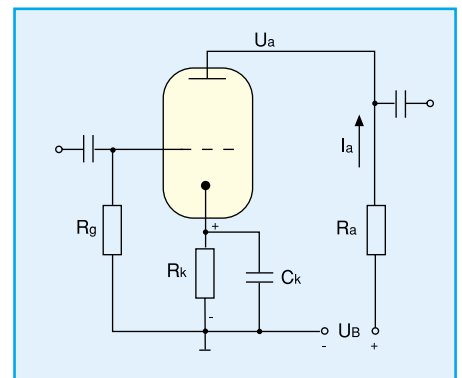
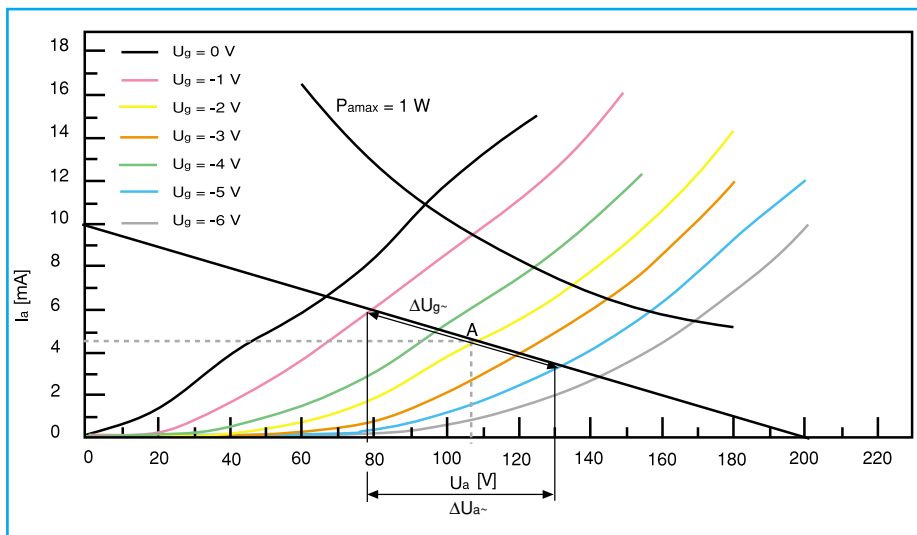

Bild 16: Triodenverstärkerstufe in Katodenbasisschaltung
Bild 17: Kennlinienfeld der Vorstufentriode ECC 82 (ein System)
Betrachten wir einmal den Fall des Lastwiderstands als ohmscher Widerstand R_a (Abbildung 16). Der durch die Röhre und den Widerstand R_a fließende Anodenstrom ist eine Funktion sowohl der spezifischen Röhrendaten als auch des Wertes des Lastwiderstandes R_a , denn nach (13) und (14) erkennen wir klassische Beziehungen des ohmschen Gesetzes zwischen Betriebs- und Anodenspannung, Anodenstrom und Lastwiderstand. Vereinfacht man diese Beziehung durch die Festlegung von $U_a = U_B$, folgt $I_a = 0$ und für $U_a = 0$, wird
Aus diesen Werten entsteht die sogenannte Widerstandsgerade des im Anodenkreis wirksamen Lastwiderstands, die für die Werte $R_a = 20 \text{ k}\Omega$ und $U_B = 200 \text{ V}$ in Abbildung 17 eingetragen ist. Diese stellt das Kennlinienfeld der betrachteten Vorstufenröhre ECC 82 dar, deshalb der relativ hochohmige Lastwiderstand.
bei „A“ in Abbildung 17, erhält man bei gegebenem Lastwiderstand anhand der Kennlinie sofort folgende Werte:
In unserem Beispiel in Abbildung 17 wird danach
Berechnung der Spannungsverstärkung am Beispiel in Abbildung 16:
Liegt am Gitter eine Wechselspannung, so erhält man (wie im Kennlinienfeld Abbildung 17 dargestellt) einen sich zeitlich ändernden Anodenstrom $i_a(t) = I_a + i_a \sin \omega t$ (19)
Der Spannungsverstärkungseffekt der Triodenverstärkerstufe in Abbildung 16 ist mit Hilfe von Abbildung 17 leicht nachzuvollziehen.
Betrachten wir wiederum die Grundschaltung der Triode nach Abbildung 16, gilt dort die Gleichung für die aus der Anodenspannung entnommene Gleichstromleistung (wir setzen voraus, es liegt keine Wechselspannung am Gitter):
Zur Veranschaulichung ist in der Abbildung 17 die Verlustleistungshyperbel für $P_{a,max} = 1$ W eingetragen - ein praktisch bereits handhabbarer Wert für ein System der gewählten Vorstufenröhre ECC 82.